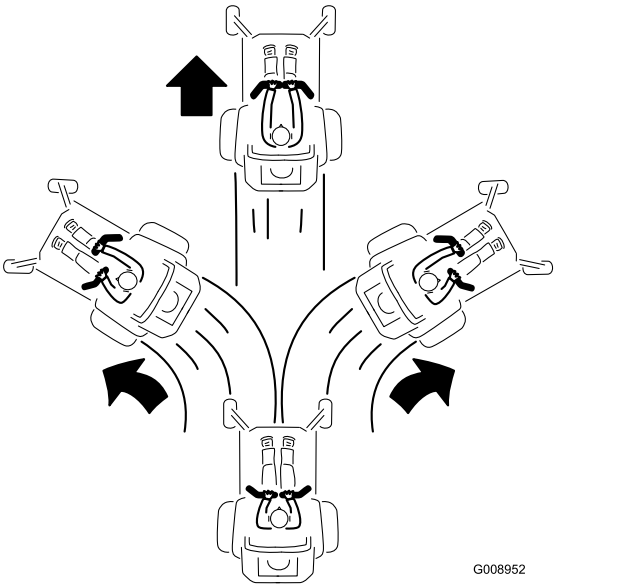

Figura 16
- 2. Para ir hacia adelante, empuje lentamente las palancas de control de movimiento hacia adelante (Figura 16).
Para ir recto, aplique la misma presión a ambas palancas de control de movimiento (Figura 16).
Para girar, deje de empujar la palanca de control de movimiento del lado al que desea girar (Figura 16).